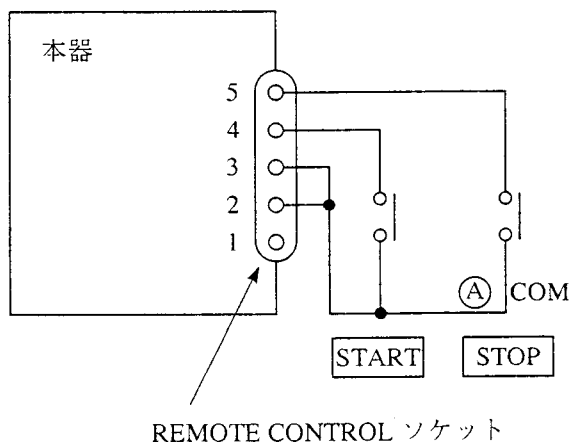
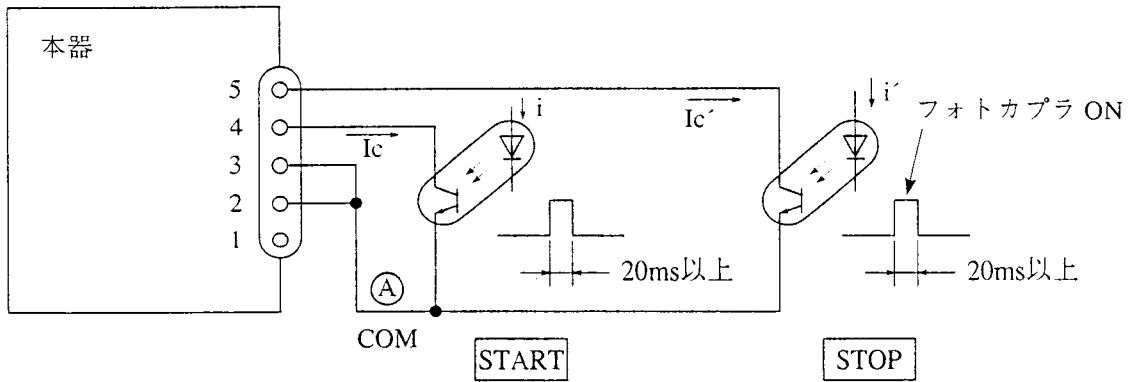

図 4.3
図 4.5
- (b) 図 4.3 の場合は、スタートおよびストップの接点を制御することにより、パネルで操作するのと全く同一の動作となります。
- (d) 図 4.3 の接点を論理素子・Tr・FET・フォトカップラ等に置き換えることも可能です。図 4.5 にその例を示します。その場合の本器の入力条件は次の通りです。
- (e) 本器に接続する素子としては、ノイズによるシステムの誤動作を考慮すると、図 4.5 のごとくフォトカプラを用いるか、または図 4.3 のごとくリレーを用いるのが有利かと思われます。本器は、本器または周辺機器が発生するノイズで誤動作を起こさぬよう考慮されていますが、接続する機器が誤動作しないよう十分なノイズ対策を施してください。